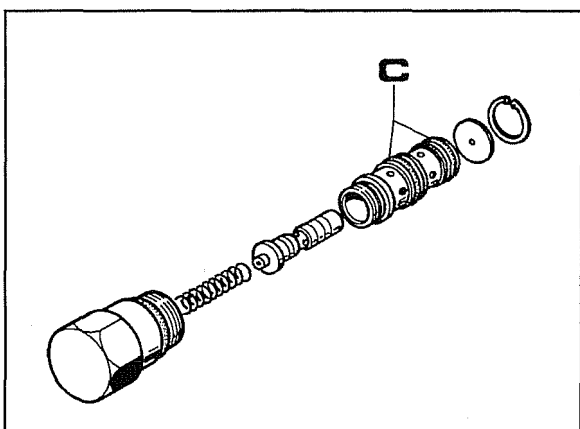

Fig. 3
3. Desmontar a válvula que se apresentará como ilustrado na fig. 3.
4. Verificar a integridade dos dois anéis de retenção **C** fig.3, se necessário substitui-los. Lavar e soprar todos os componentes para eliminar qualquer vestígio de sujidade.